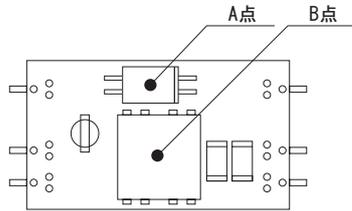

図7.3 強制通風時の温度測定箇所
■強制通風時（1m/s）は、図7.3のA点の温度が115℃以下、かつB点の温度が120℃以下となるように通風して、ご使用ください。